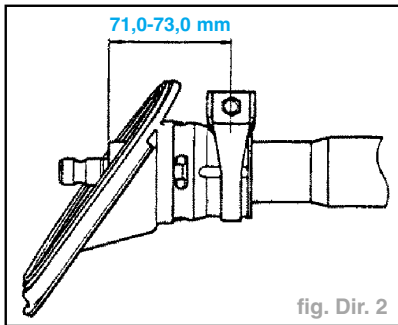

fig. Dir. 2
- Poser le collier sur l'ensemble de colonne de direction de la manière indiquée sur l'illustration (fig. Dir. 2).